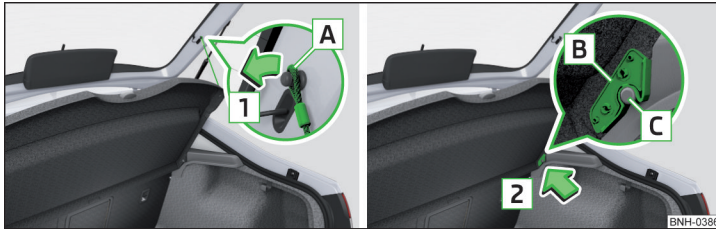

Abb. 109 Gepäckraumabdeckung herausnehmen
Sind die Haltebänder **A** » Abb. 109 an der Gepäckraumklappe eingehängt, dann wird beim Öffnen der Klappe die Gepäckraumabdeckung (nachstehend nur Abdeckung) mit angehoben.
- › Auf den beiden Seiten der Gepäckraumklappe die Haltebänder **A** in Pfeilrichtung **1** aushängen » Abb. 109.
- › Die Aufnahmen **B** an der Abdeckung über die Halterungen **C** an der Seitenverkleidung stellen » Abb. 109.